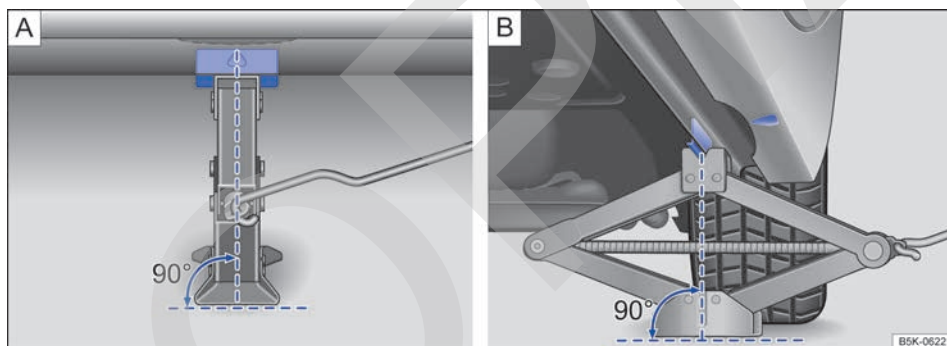

Fig. 235 Gato colocado en el lado izquierdo del vehículo, en la zona trasera.
9. Asegúrese de que toda la base del gato descanse firmemente sobre el suelo y de que se encuentre exactamente debajo del punto de apoyo en vertical → fig. 235 **A** y **B**.
10. Centre el gato y siga subiéndolo con la manivela hasta que la garra sujete el refuerzo de debajo del vehículo → fig. 235.
- Coloque el gato únicamente en los puntos descritos. La garra del gato deberá sujetar bien el refuerzo del larguero inferior → fig. 235.